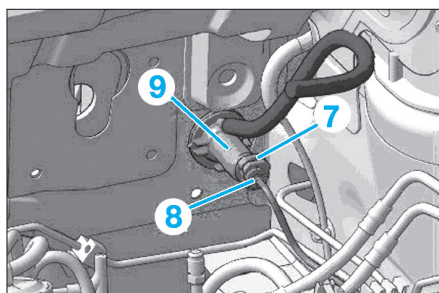

Fig. 6
- Ecarter l'agrafe (7) et le tuyau (8) (Fig.6).